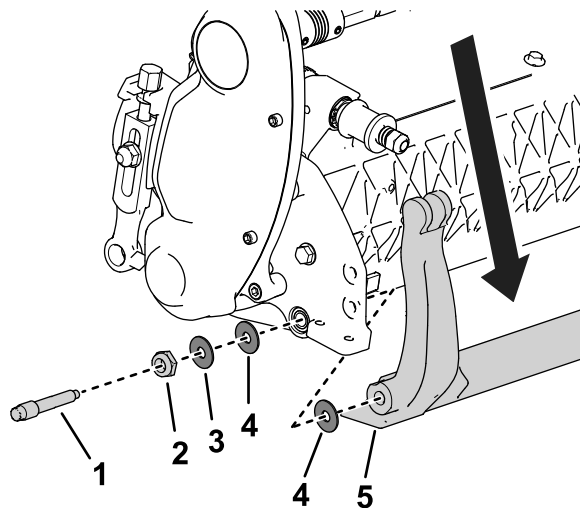

Рисунок 20
3. На каждой стороне машины ослабьте контргайку, показанную на Рисунок 20.
4. Отверните каждый болт планки неподвижного ножа, чтобы можно было потянуть планку вниз и снять ее с режущего блока (Рисунок 20).
Помните о наличии 2 пластмассовых и 1 стальной шайбы с каждой стороны планки неподвижного ножа (Рисунок 20).